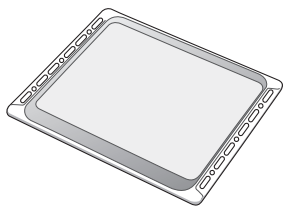

Рис. 2
**Противень для выпечки (Рис. 2)**